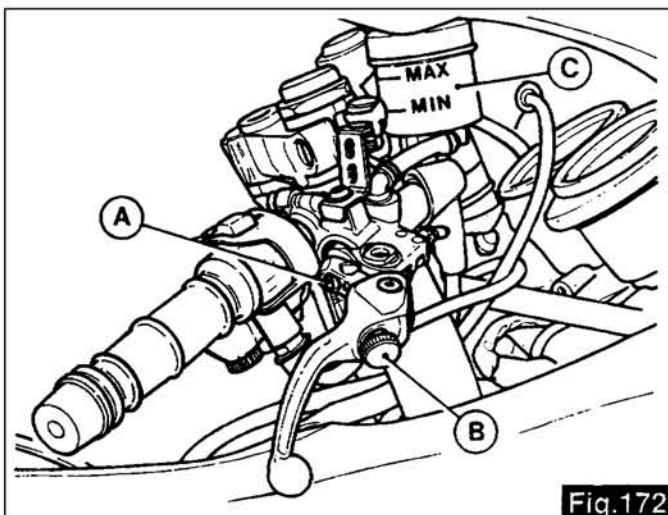
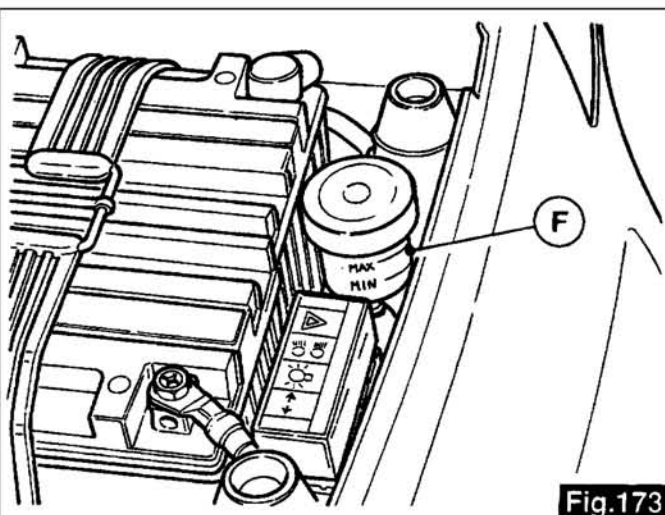

Fig.172
Fig.173
18.2 CONTRÔLE DU NIVEAU D'HUILE DANS LES RÉSERVOIRS (figures 172 et 173)
1 Vérifiez fréquemment le niveau du fluide dans le réservoir avant «C» fig.172 et dans celui arrière «F» fig.173. Ce niveau ne doit jamais descendre en-dessous du repère de minimum gravé dans les réservoirs.
18.2 KONTROLLE BREMSFLÜSSIGKEITSSTAND IN DEN TANKS DER BREMSZYLINDER (Abb.172 und 173)
1 Häufig den Bremsflüssigkeitsstand im Behälter vorne «C» auf Abb.172 und hinten «F» auf Abb.173 kontrollieren. Dieser Flüssigkeitsstand darf nie unter den auf den Behältern angegebenen Mindestpegel absinken.